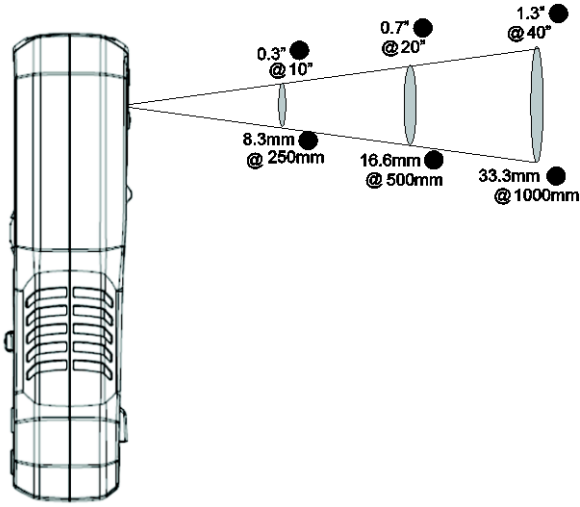

**Fig. 7-1** Exempel på IGM-display
**Tryck på IGM-knappen för att öppna värmekameran.** I **fig. 7-1** är mätaren inställd på färgpaletten IRON. Tryck kort på palett- och emissivitetsknappen   $\epsilon$  för att välja andra färger.
#### 7.1.1 Beskrivning av värmekameradisplay (se fig. 7-1 för listan nedan)